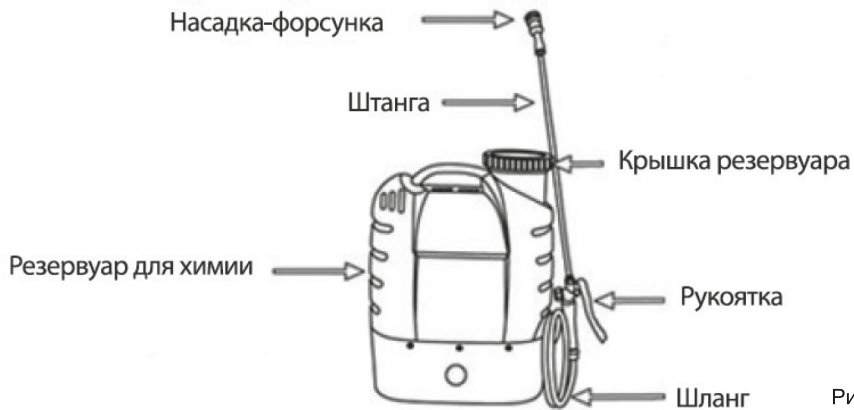

Рис. 1
- Извлеките аккумулятор 2 (Рис. 1) из опрыскивателя, нажав на кнопку разблокировки аккумулятора и потянув аккумулятор.